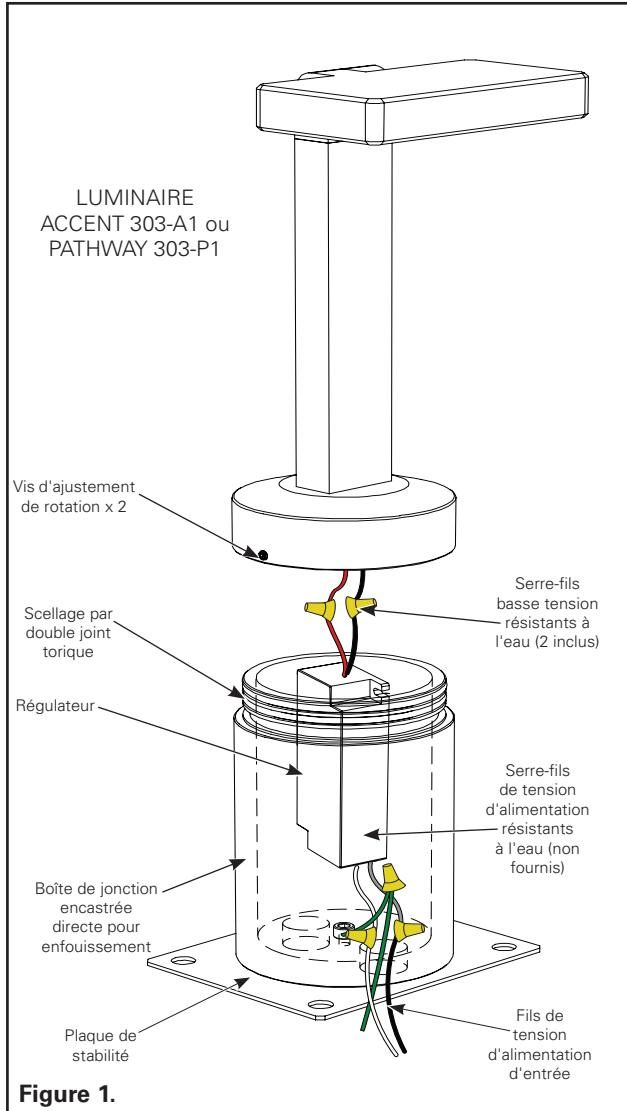

Figure 1.
1. Unpack EON Accent or Pathway Fixture and ensure all included parts are present. Waterproof wire connectors, 9/64" allen key, and 5/64" allen key are required but not included. See Figure 1.
1. Referring to Figure 1, remove fixture from direct burial junction box by backing out the two rotation lock set screws. *DO NOT LOSE OR MISPLACE SET SCREWS.*
5. Aim fixture and lock in place with the two (2) rotation lock set screws.
6. Back fill the remaining gap between the junction box and hole wall with Gravel. Fixture must be installed with a minimum 3" depth of pea gravel or equivalent drainage base. See Figure 1
1. Déballez le luminaire EON Accent ou Pathway et vérifiez la présence de toutes les pièces. Les articles suivants sont nécessaires, mais ne se trouvent pas dans l'emballage : connecteurs de fils résistants à l'eau, clé hexagonale 3,57 mm (9/64 po) et 1,98 cm (5/64 po). Voir Figure 1.
1. En vous référant à la figure 1, enlevez le luminaire de la boîte de jonction directe en retirant les deux vis d'ajustement de rotation. **NE PERDEZ PAS LES VIS D'AJUSTEMENT.**
5. Orientez le luminaire et verrouillez-le en place à l'aide des deux (2) vis d'ajustement de rotation.
6. Remplissez les espaces restants entre la boîte de jonction et le bord du trou avec du gravier. Le luminaire doit être installé avec un minimum de 8 cm (3 po) de gravillon ou d'un autre type de base d'évacuation équivalent. Voir Figure 1.